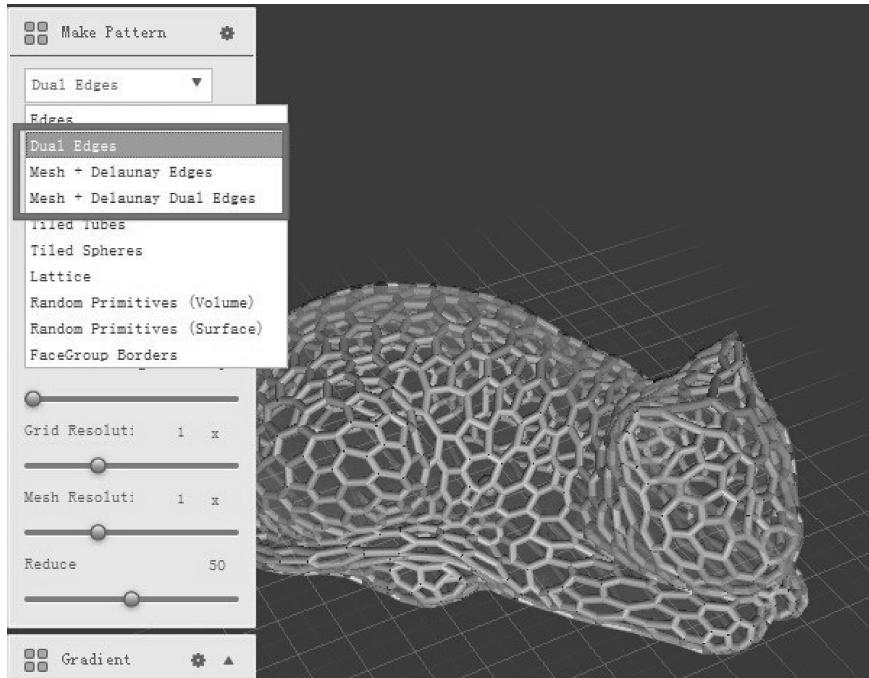

图 6-36 “Dual Edges” 模式框架结构
3) 单击主界面左边的“Edit”按钮，选择“Make Pattern”命令。在“Make Pattern”对话框中选择“Dual Edges”“Mesh + Delaunay Edges”或“Mesh + Delaunay Dual Edges”模式，从而实现不同的镂空框架结构。也可以拉动相应滑动条改变镂空框架支柱的直径大小、局部区域支柱大小的渐变或密度等参数，最终达到最具艺术气息的镂空设计。图 6-36 所示为选择“Dual Edges”模式后的模型框架结构。